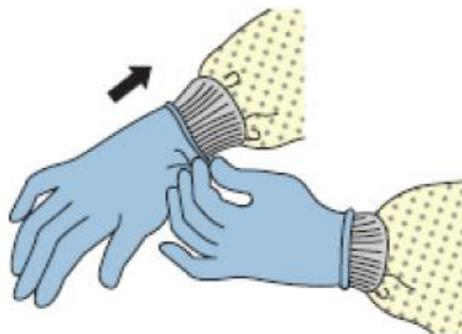

Figura 8. Colocación de los guantes
5.4.1.2.2. Colocar los guantes en cada mano. Extender los guantes para que cubran la parte del puño en la bata (Figura 8).